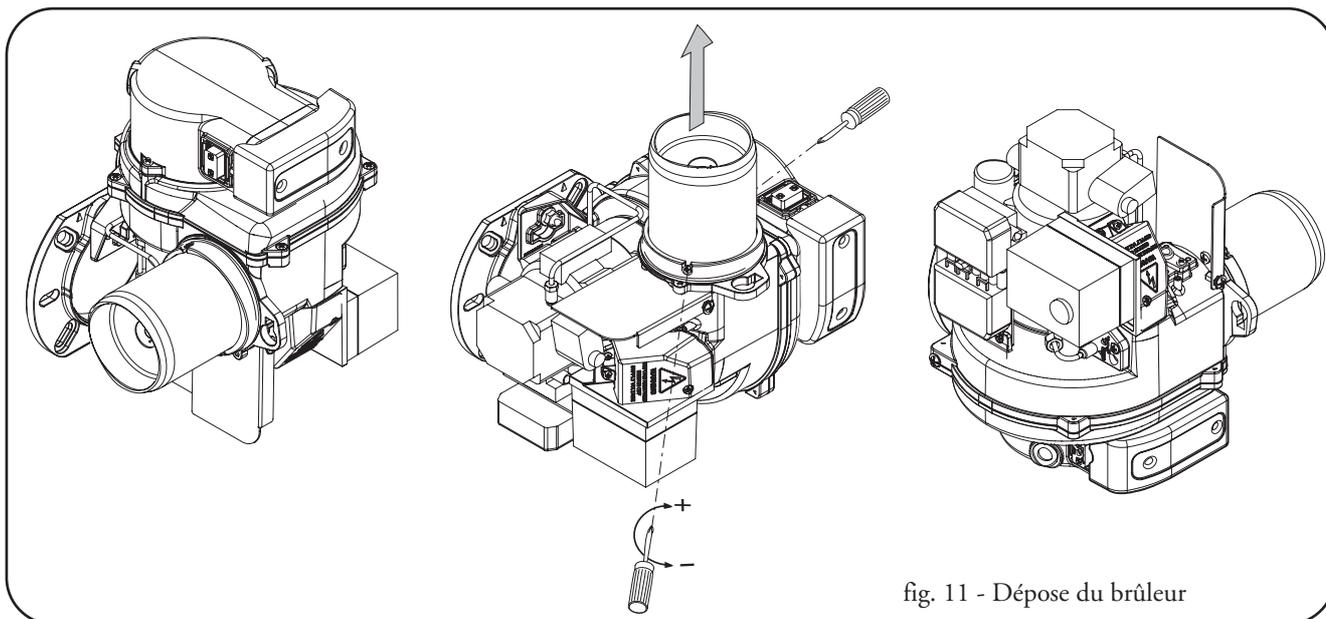

fig. 11 - Dépose du brûleur
- Voir fig.11 page 8 pour dépose du brûleur.
- déposer le capot (fig.11).